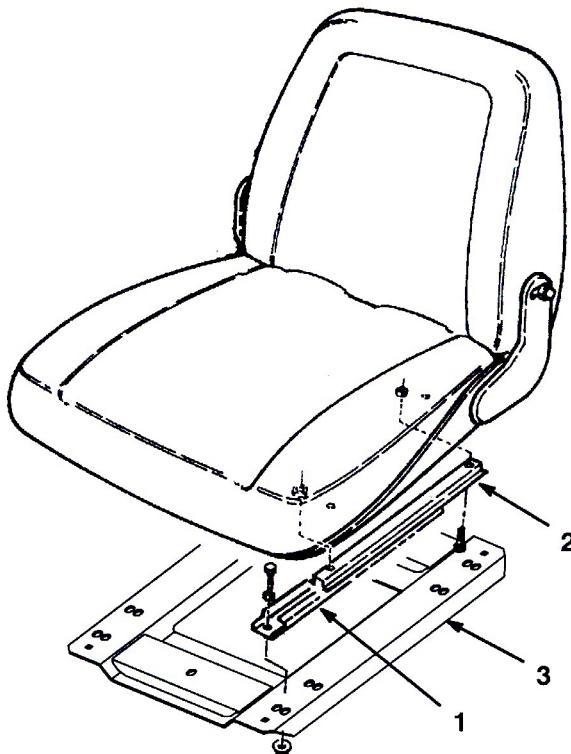

図2
1. 上下のシート・スライドを固定している出荷用のタイを解く。このとき、下シート・スライドの正しい取り付け方向を確認する(図2)。
2. 下スライドを上スライドに挿入する(図2)。
3. シート・プレートに運転席を仮止めする(図2;運転席についているネジを使用)。